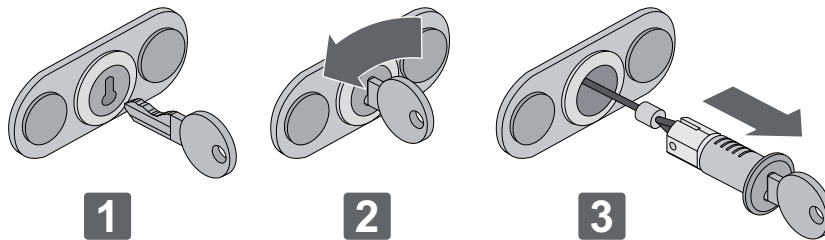

Fig. 3
- **Sblocco a cordina esterno con chiave ASB1 (fig. 3):**